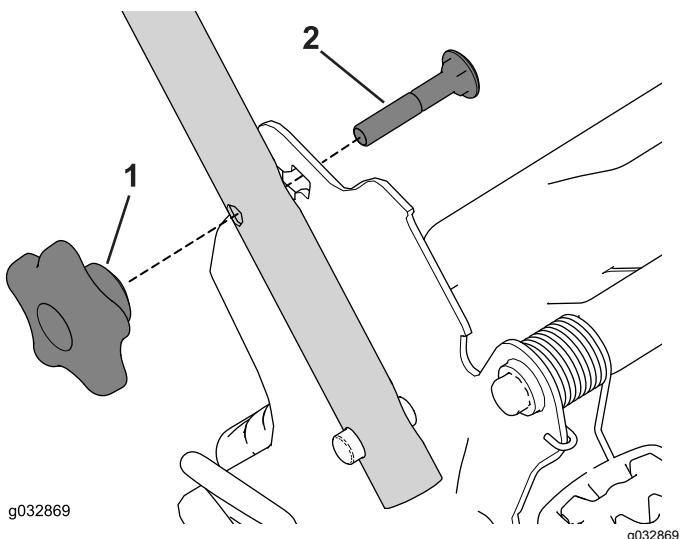

Рисунок 22
- Снимите и сохраните две ручки и два каретных болта с кронштейнов рукоятки (Рисунок 22).